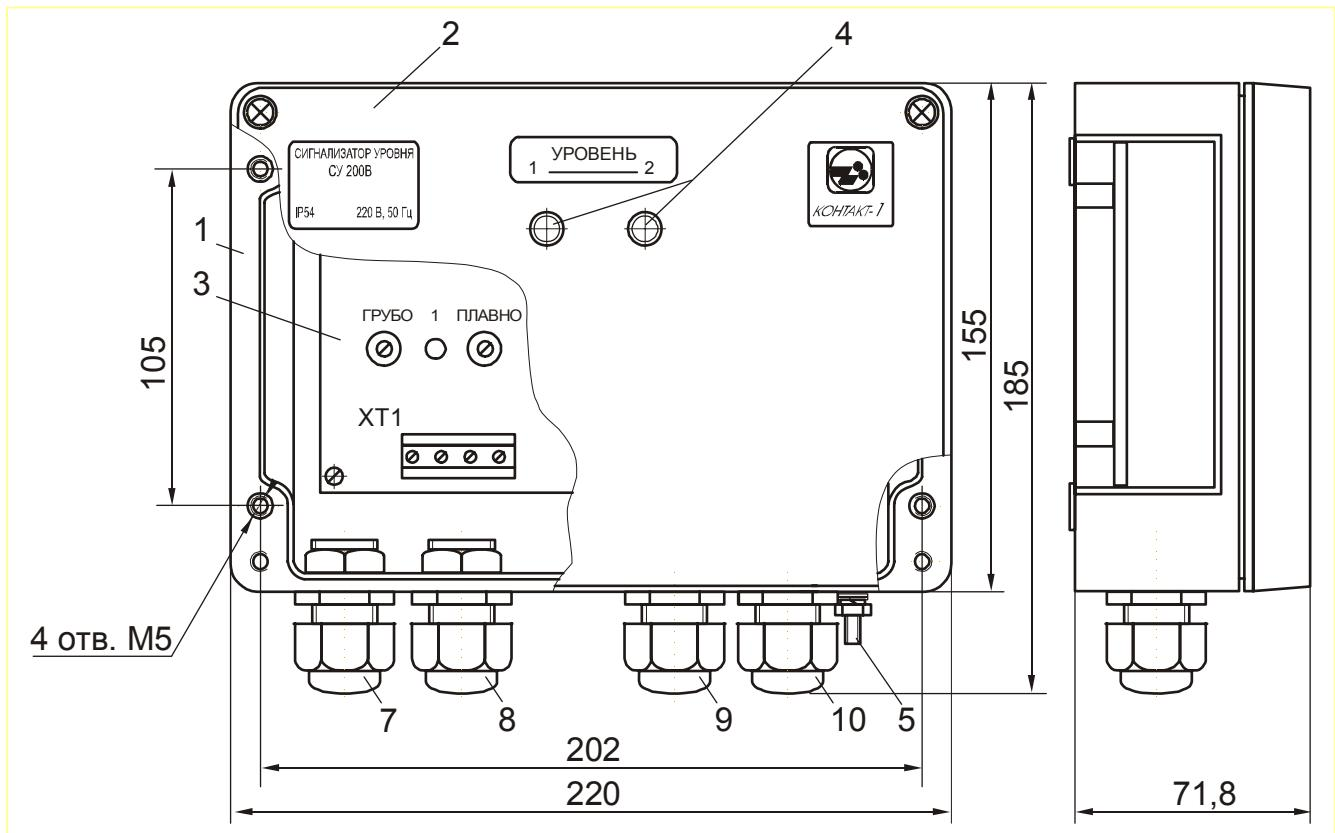

Рисунок 1 – Внешний вид, габаритные и установочные размеры вторичного преобразователя
1.3.1 Вторичный преобразователь (рисунок 1), состоит из корпуса 1, крышки 2, и электронного модуля 3. Для подключения заземляющего проводника служит зажим заземления 5, снабженный знаком “ \pm ”. На крышке расположены два светофильтра 4, закрывающих индикаторы, сигнализирующие состояние реле. На нижней стороне корпуса расположены четыре кабельных ввода 7, 8, 9 и 10.
1) вращением винта регулировочного элемента чувствительности ГРУБО (смотри рисунок 1) по часовой стрелке сначала добиться зажигания светодиода соответствующего канала датчика;